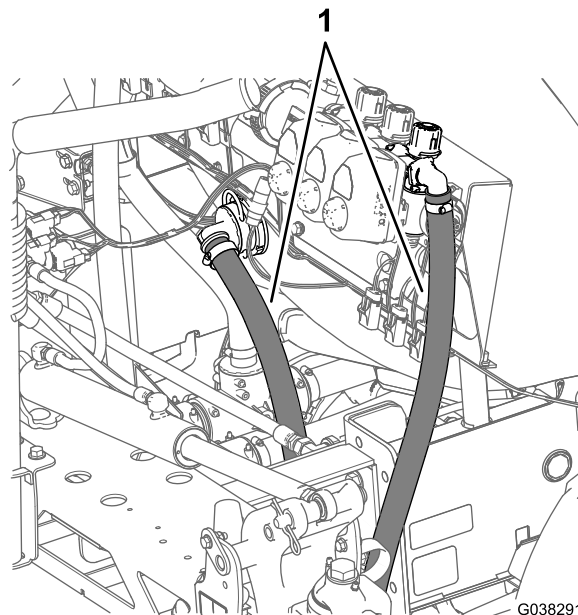

Рисунок 78
2. Проложите перепускной шланг секции вокруг правого швеллера рамы в направлении переходного штуцера в баке опрыскивателя, как показано на Рисунок 78.